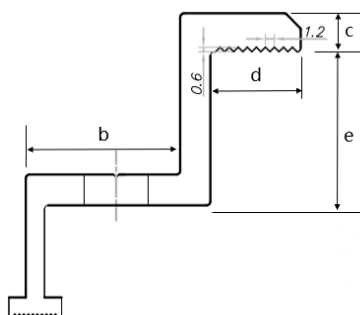

Figura 15 Diagramma della sezione trasversale del morsetto marginale
- ⑦ Per evitare che i moduli si stacchino dal dispositivo fisso dopo l'installazione, è consigliabile scegliere dei morsetti marginali e centrali e di metterli a contatto con il lato A del telaio con scanalature. Si consiglia di avere 9 modelli con uno spazio tra due modelli adiacenti di 1,2 mm e una profondità di 0,6 mm, come mostrato nella Figura 15.